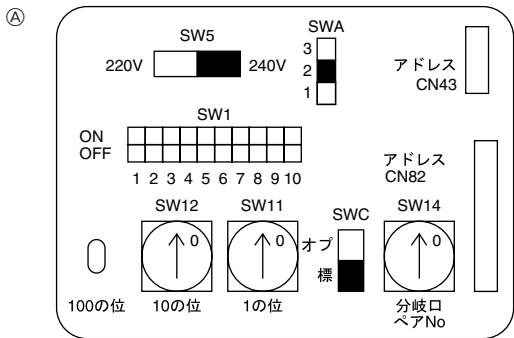

Fig. 6-4
- *1 Pase el cable de transmisión a tierra a través del terminal de tierra de la unidad exterior (H).
6.3. Configuración de las direcciones (Fig. 6-4)